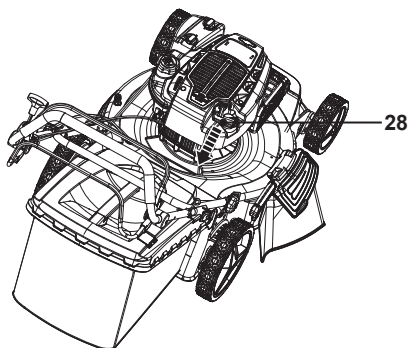

Rys. 12
1. Przed uruchomieniem silnika pociągnąć dźwignię hamulca (3) i przytrzymać przy górnym uchwycie (1). Podczas pracy trzymać w położeniu przyciśniętym (rys. 12).
2. Puścić dźwignię hamulca (3), aby zatrzymać silnik.
1. Pociągnąć dźwignię hamulca (3) i przytrzymać przy górnym uchwycie (1) (rys. 12).